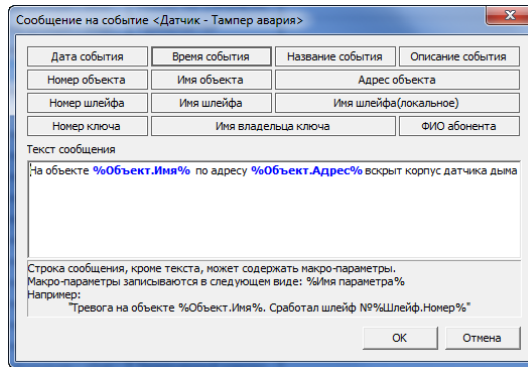

Рис. 13.30. Редактирование сообщения для события
4. В открывшемся окне *Сообщение на событие* введите текст и выберите макропараметры, которые будут заменяться подходящим текстом при отправке сообщения (Рис. 13.30).